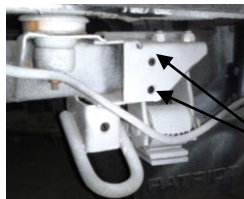

Рис.3.1
3. Установить левый и правый кронштейны металлического каркаса в штатные отверстия болтами М10х25, используя закладные №1 с приваренными гайками. (рис.2) Если площадки крепления кронштейнов на раме автомобиля не лежат в одной плоскости, компенсировать неравномерность проставками 3 мм из комплекта (рис.3.1). На автомобилях до 2015 г.в. необходимо срезать кронштейны крепления штатного бампера, обеспечив ровную площадку для крепления кронштейнов (рис.3.2). **ВНИМАНИЕ! Болты не затягивать!**